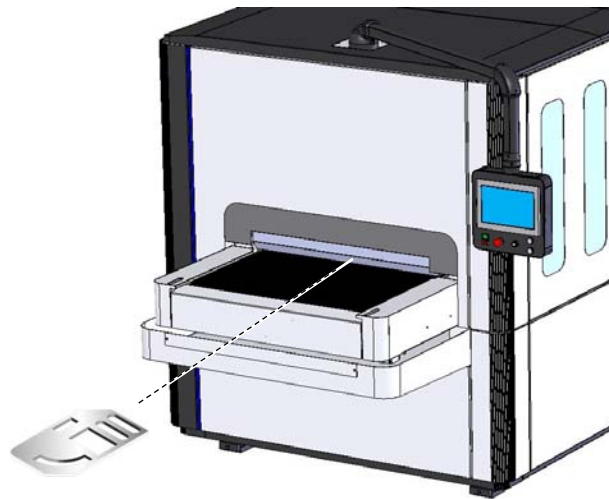

Abb. 36: Material bearbeiten
- Symbol Einstellungen (6) anwählen.
- Über den Button (5) **Abb. 36** auf die Seite Füllstand Kühlmittel schalten.
- Symbol (4) **Abb. 36** Wechsel Benutzerebene anwählen